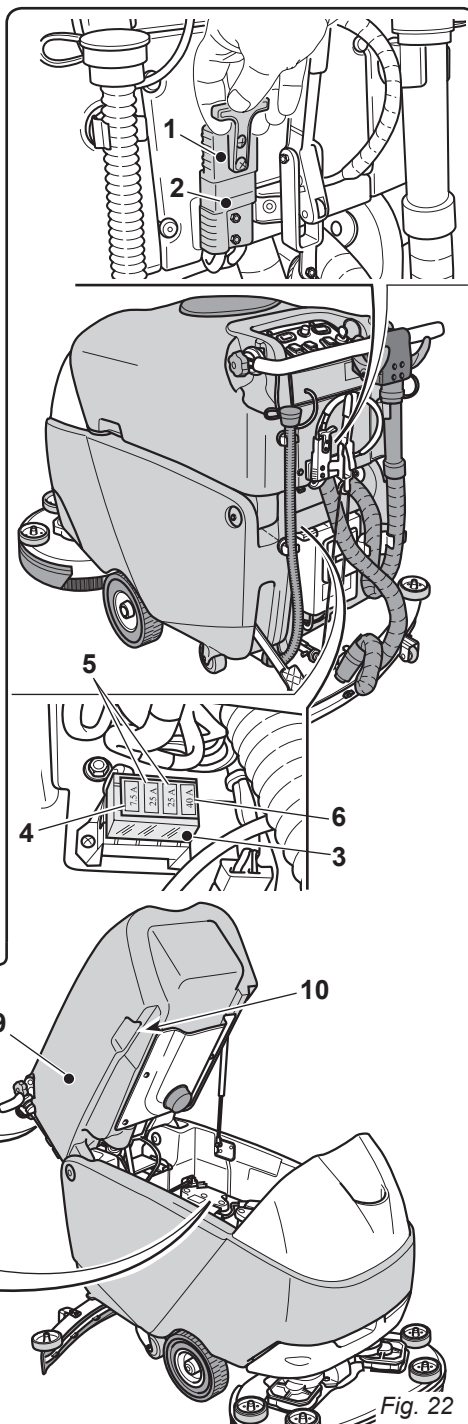

Fig. 22
10.1.g - Sustitución de fusibles (Fig. 22)